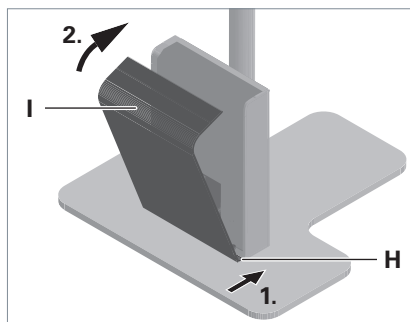

Fig. 5: Monter la plaque de protection.
- Insérez la plaque de protection **I** dans les ouvertures **H**, voir Fig. 5.
- Rabattre la plaque de protection sur l'unité d'alimentation, voir Fig. 5.